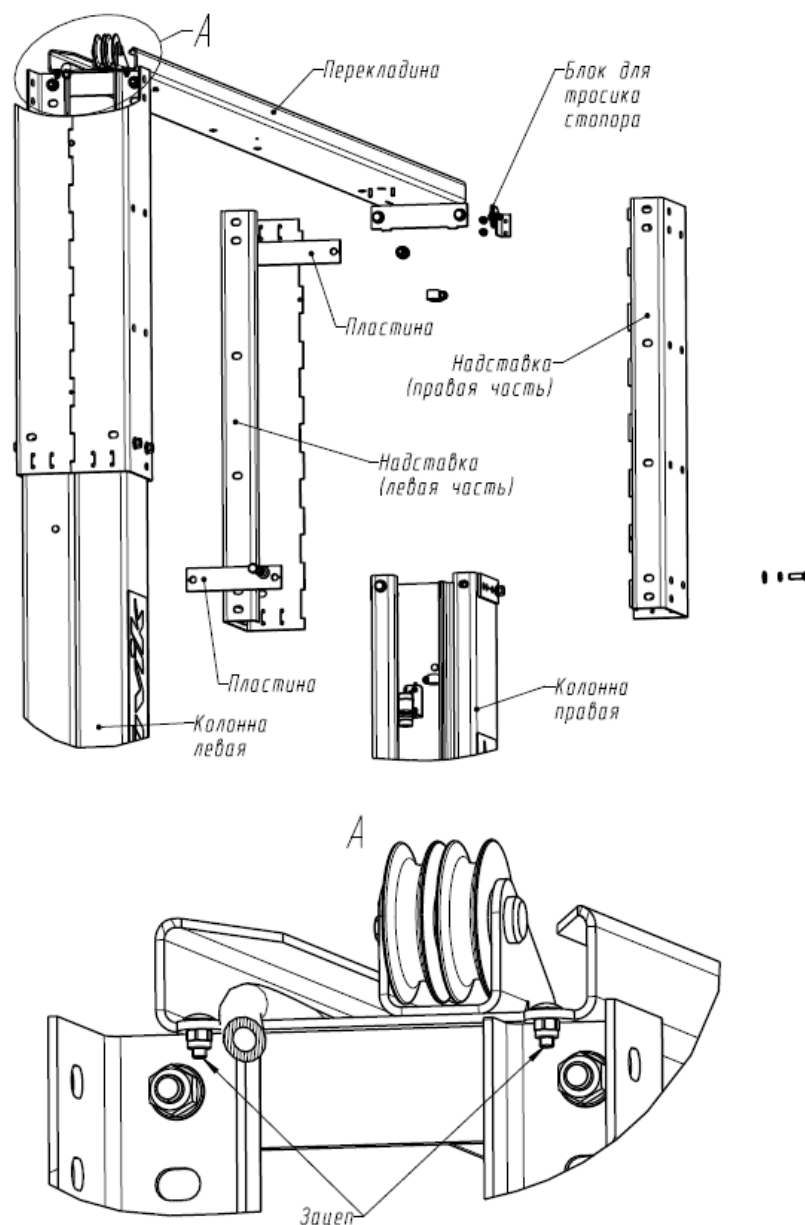

Рисунок 6.2 – Установка зацепов на перекладине
6.3 На готовый бетонный пол (4500х1500х250мм) установить правую и левую стойки (убедиться, что правильно выбрано направление заезда). К правой и левой стойкам, используя болты М12х35, гайки М12, шайбы 12Г и шайбы 12, привернуть надставки и перекладину (рисунок 6.2). Для удобства монтажа на концах перекладины закрепить мебельные болты с квадратным подголовком М6х16 (4шт.) и самоконтрящиеся гайки М6 и использовать их в качестве зацепов за колонны. На надставки установить блоки для троса стопора, используя болты М6х14 и гайки М6. Отклонение стоек от вертикали не должно превышать 5 мм. Регулировку производить подкладками под основания стоек, с последующей заливкой зазоров цементным раствором бетона марки не ниже М350. Затянуть гайки крепления стоек с моментом затяжки не менее 150 Н·м.